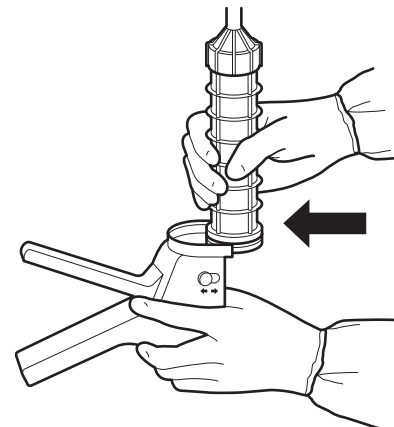

Figura 3
- Coloque un cartucho lleno con una boquilla de aplicación en la interfaz del cartucho (figura 3). Manteniendo la pistola de cemento en posición vertical, apriete el gatillo para llenar la boquilla de aplicación hasta que el cemento óseo llegue a la punta. La pistola de cemento estará lista para la aplicación de cemento óseo.